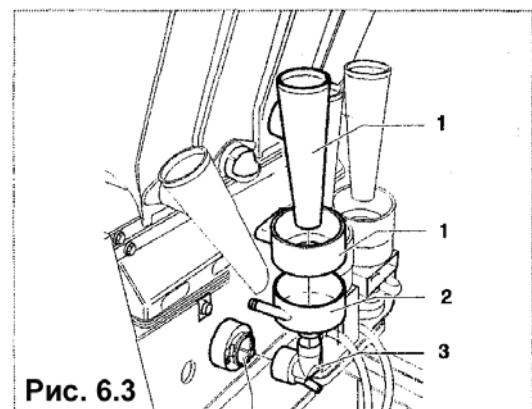

Рис. 6.3
- воронки и желоба для сыпучих продуктов (рис. 6.3 - поз. 1)
- воронку для воды (2), смесительные камеры (3), узел взвешивания (4)